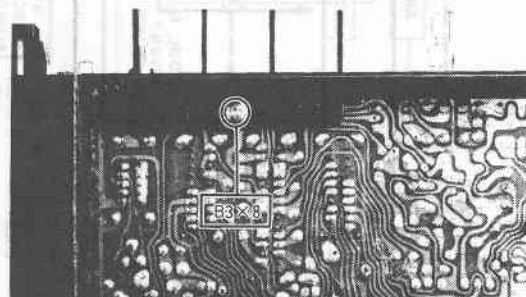

Fig. 8 Abb. 8
8. Main PC Board (Figs. 8, 9)
8. Haupt-Platine (Abb. 8, 9)
8. Plaquette à circuits imprimés d'alimentation (Fig. 8, 9)